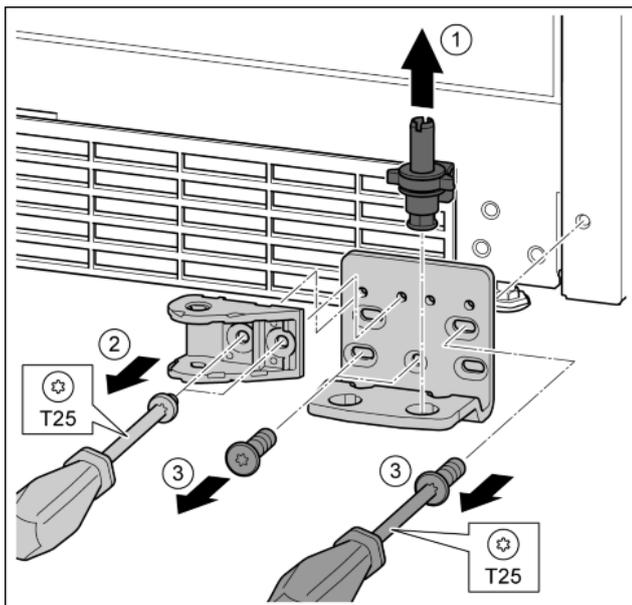

Fig. 31
- ▶ Lagerbolzen komplett nach oben herausziehen. *Fig. 31 (1)*
- ▶ Schrauben mit Schraubendreher T25 herausdrehen und Schließdämpferverbindung abnehmen. *Fig. 31 (2)*
- ▶ Schrauben mit Schraubendreher T25 herausdrehen und Lagerbock abnehmen *Fig. 31 (3)*